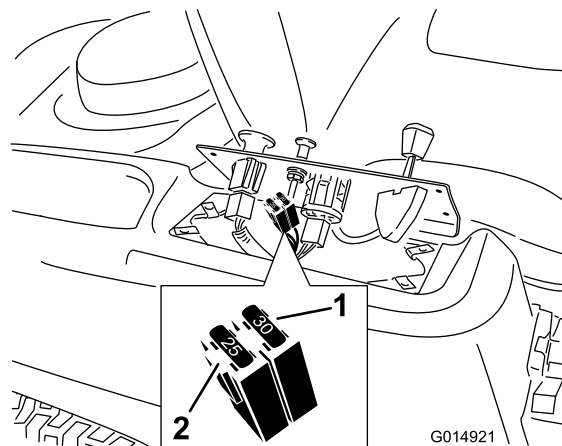

Figure 43
- Soulevez le panneau de commande pour accéder au faisceau de câblage principal et au porte-fusibles (Figure 43).
- Pour remplacer un fusible, tirez dessus pour l'enlever (Figure 43).